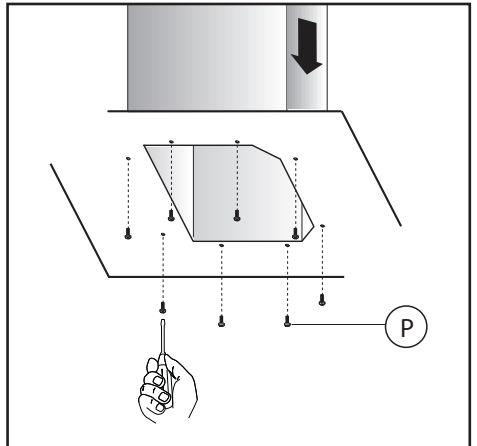
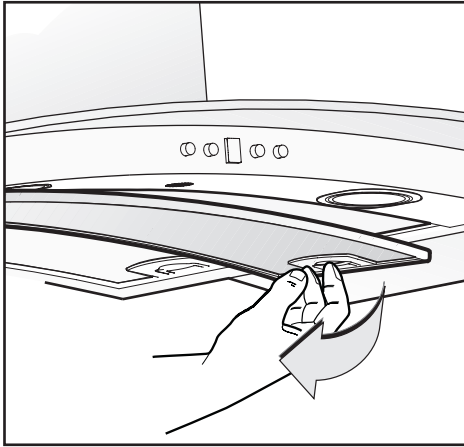

Fig.13
Fig.15
• La distanza minima fra la superficie di supporto dei recipienti di cottura sul dispositivo di cottura e la parte più bassa della cappa da cucina deve essere di almeno **65 cm (Fig.14)**. Se dovesse essere usato un tubo di connessione composto di due o più parti, la parte superiore deve essere all'esterno di quella inferiore. Non collegare lo scarico della cappa ad un condotto in cui circoli aria calda o utilizzato per evacuare fumi degli apparecchi alimentati da un'energia diversa da quella elettrica. Prima di procedere alle operazioni di montaggio, per una più facile manovrabilità dell'apparecchio disinserire il filtro/i antigrasso (**Fig.15**).
- Se il vostro apparecchio è dotato di camino decorativo inferiore che necessita di fissaggio al corpo cappa con le viti, rimuovere dalla cappa i filtri antigrasso agendo sulle apposite maniglie (Fig.15). Avvitare quindi il tubo camino inferiore dall'interno della cappa, utilizzando le viti **P** (Fig.13). Provvedere infine a ricollocare i filtri nel loro alloggiamento.